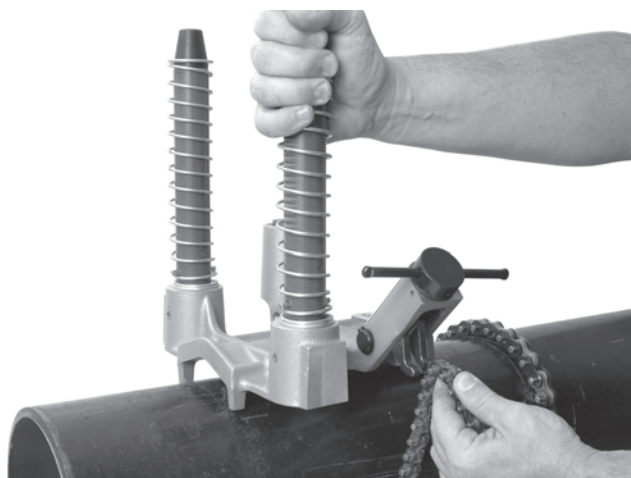

Figura 8 – Enganche de la cadena de la HC-300
- Mantenga en todo momento por lo menos una de sus manos sobre la Perforadora, con el fin de estabilizar y guiarla. Tome el extremo de la cadena y cíñala alrededor del tubo. A medida que usted jala la cadena, se comprime un resorte en el extremo donde se engancha la cadena. Enganche el pasador de cadena más cercano en el gancho para la cadena: la tensión del resorte ayudará a mantener la cadena enganchada en su gancho. Apriete el mango giratorio firmemente para sujetar la Perforadora al tubo (vea la Figura 8).